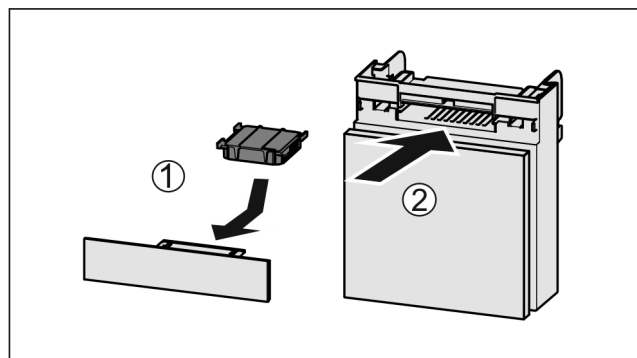

Fig. 99
- Sätt in Fig. 99 (1) aktivtkolfiltret enligt bilden.
- Skjut in Fig. 99 (2) lådan.